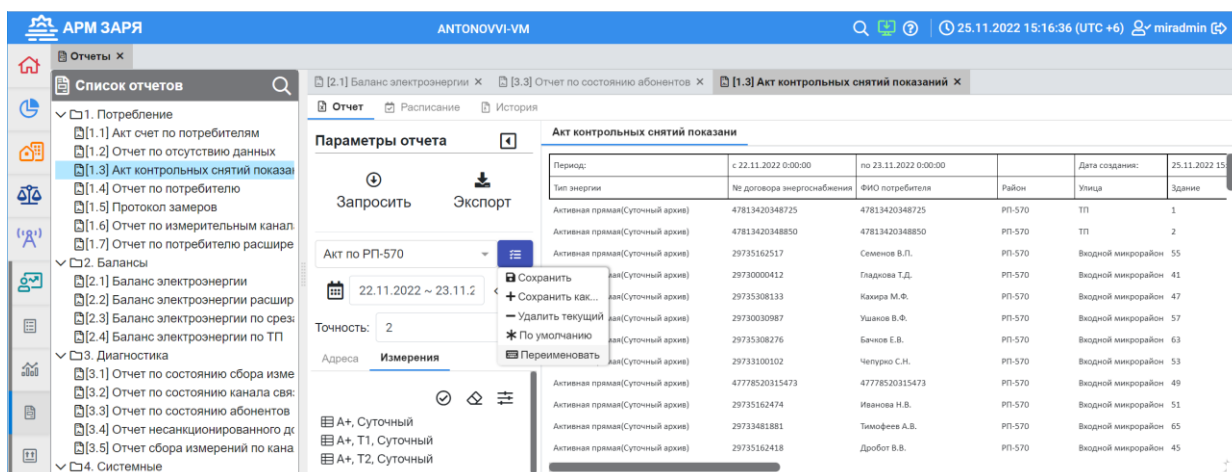

Рисунок 77
- нажмите кнопку  и выбрав в выпавшем меню (рисунок 77) пункт *Сохранить как...*, введите наименование профиля отчета, в котором сохранятся все указанные параметры.